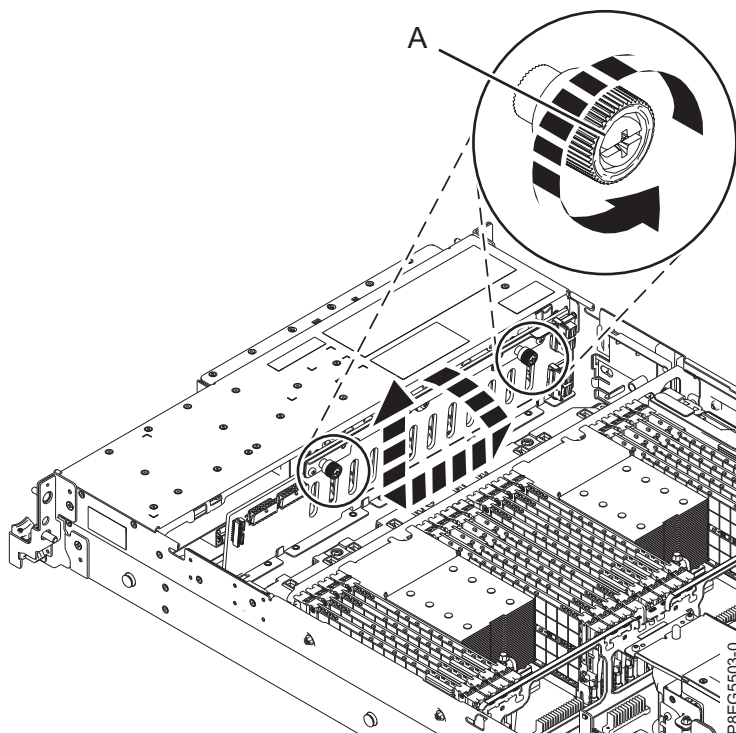

図 5. ディスク・ドライブ・バックプレーンの取り外し
7. 8 ページの図 5 に示すように、ディスク・ドライブ・バックプレーンの各拘束つまみねじ (A) を、完全に緩むまで慎重に緩めます。
8. 8 ページの図 5 に示されている方向にディスク・ドライブ・バックプレーンを傾けてから、バックプレーン・カットアウトがシャーシのタブから外れるようにディスク・ドライブ・バックプレーンを横にスライドさせます。